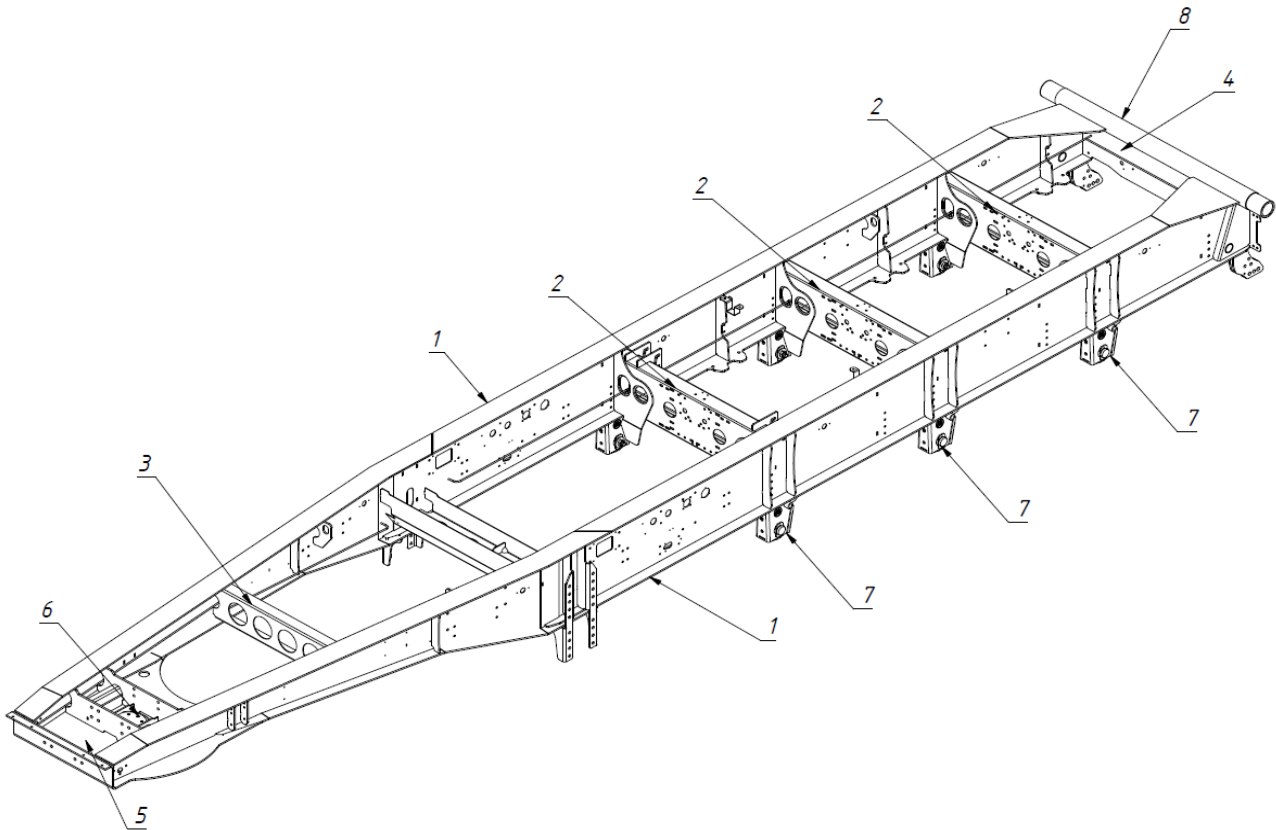

Рис. 1.4 - Рама полуприцепа
Рама полуприцепа (рис. 1.4) сварная и является его основным несущим узлом. Состоит из двух лонжеронов двутаврового сечения (1), промежуточных поперечин (2), передней поперечины (3), задней поперечины (4), шкворневой плиты (5), шкворня (6), кронштейнов подвески (7) и вала подъёма кузова (8).